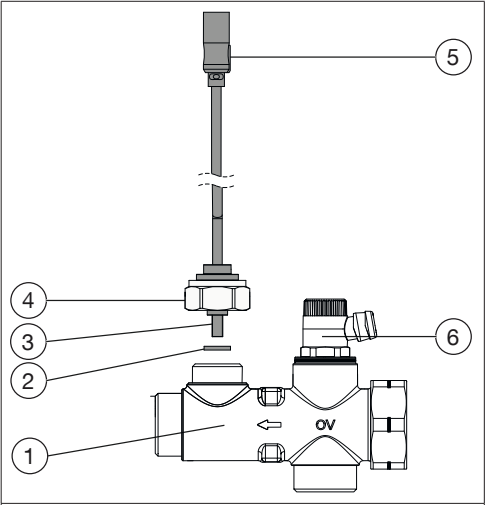

Abb. 1: Aufbau
- Lösen Sie die Überwurfmutter (siehe Abb. 1 (4)) des Volumenstromsensors und ziehen Sie sie über die Steckverbindung vom Hall-Effekt Sensor. Die Überwurfmutter wird für die Montage des neuen Hall-Effekt Sensors benötigt.
Achten Sie dabei darauf, dass Sie den O-Ring (siehe Abb. 1 (2)) mit entfernen.